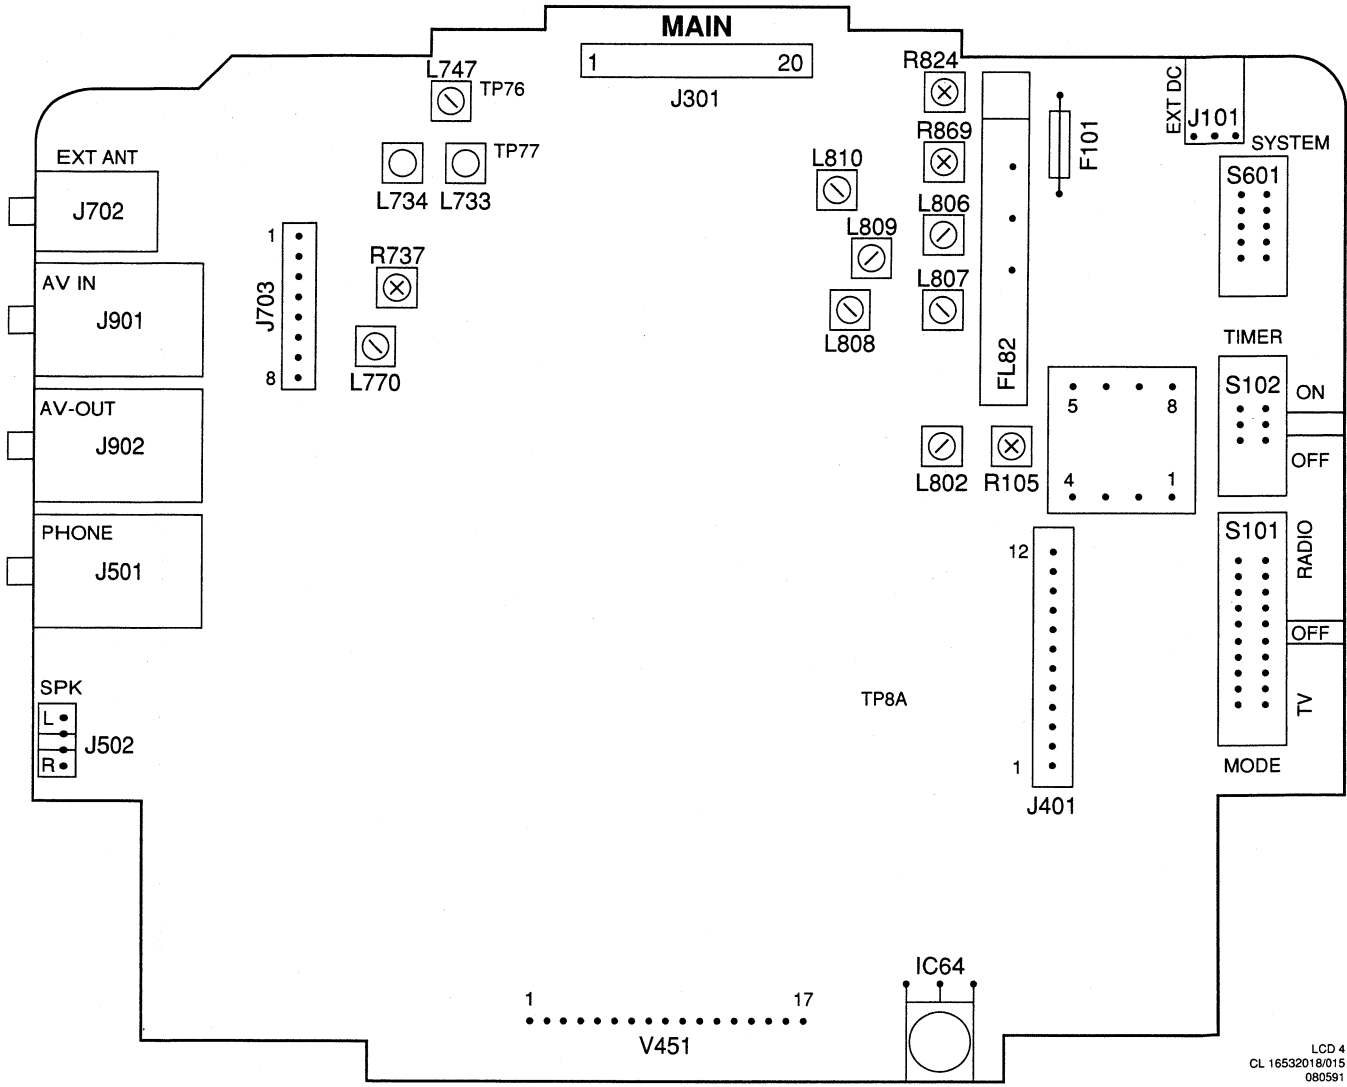

Abb. 7.1
1. Einstellungen auf der Hauptplatine (Abb. 7.1)